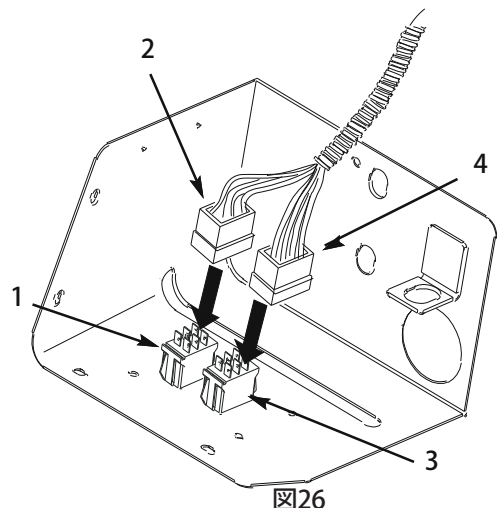

図26
14. マルチカラーのラインが付いているコネクタをレート制御スイッチ (一時スイッチ) に接続する (図26)。